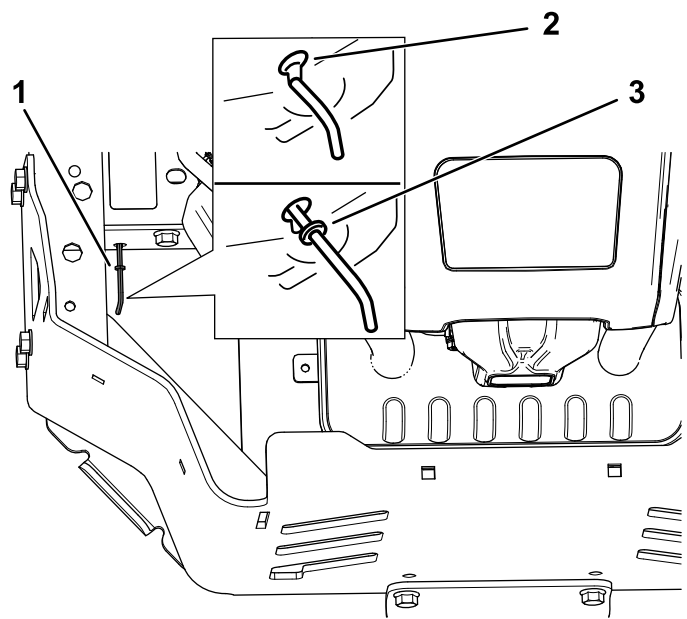

Figura 39
4. Mova as alavancas de derivação para frente através do orifício da chave e para baixo para as bloquear no lugar (Figura 39).
Mova as alavancas de derivação para trás através do orifício da chave e para baixo para as bloquear no lugar, como se mostra na Figura 39.